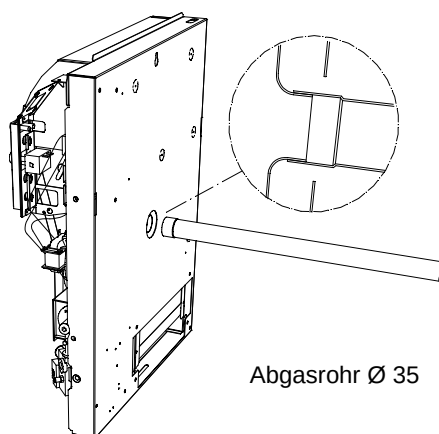

Abbildung 8 – Positionierung des Abgasrohrs
10. Stecken Sie das Ende des Abgasrohrs ($\varnothing 35$ mm) auf den Auslassstutzen des Heizkörpers (Abbildung 8).